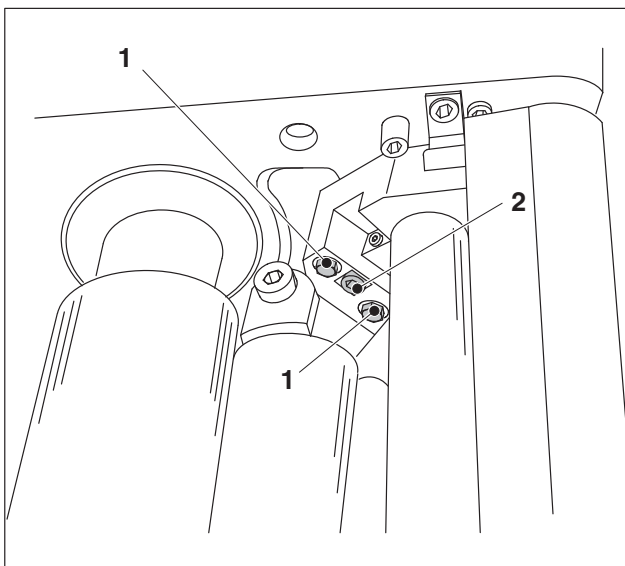

図 54 呼び出しローラ 11
5. 2本のネジ (図 54/1) を緩めます。
6. エキセン (図 54/2) で設定を変更します。
7. 2本のネジ (図 54/1) を締めます。